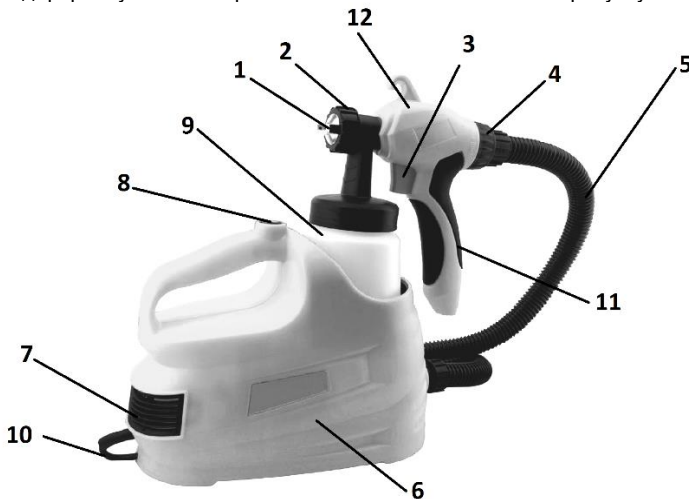

Рисунок 1
- перевірити стан повітряного фільтра під кришкою (7, рис.1) і за необхідності замінити, з'єднати усі частини виробу;
4.2 Виберіть необхідний режим роботи виробу за допомогою повітряної головки з соплом (1) та регулятора розходу матеріалу (4) (див. рисунок 1), для увімкнення блока нагнітання повітря натисніть кнопку «увім/вимк» (8). При натисканні куркової клавіші вимикача (3), матеріал через сопло подається для розпилення. Для зупинки розпилення - відпустити клавішу вимикача, для вимкнення виробу необхідно натиснути кнопку «увім/вимк» (8).